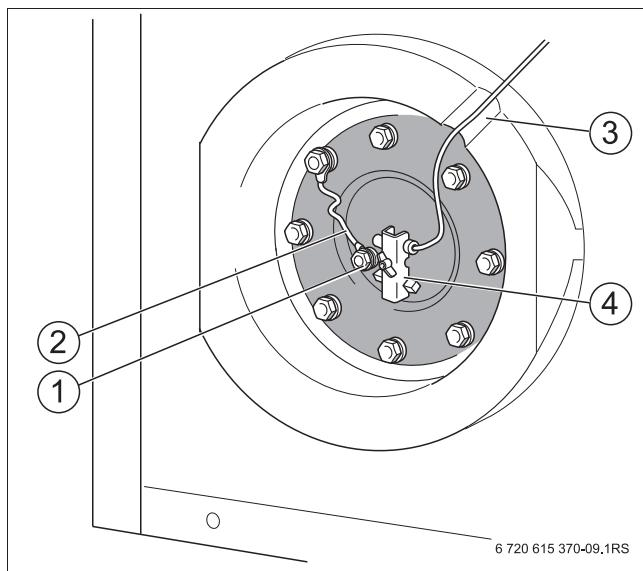

Рис. 10 Подключения на смотровом люке
- ▶ Проведите провод датчика через паз в теплоизоляции (→ рис. 10, [3]) к крышке люка.
- ▶ Установите датчик температуры горячей воды в соответствии с геометрической формой и диаметром в крепление датчика (→ рис. 10, [4]).